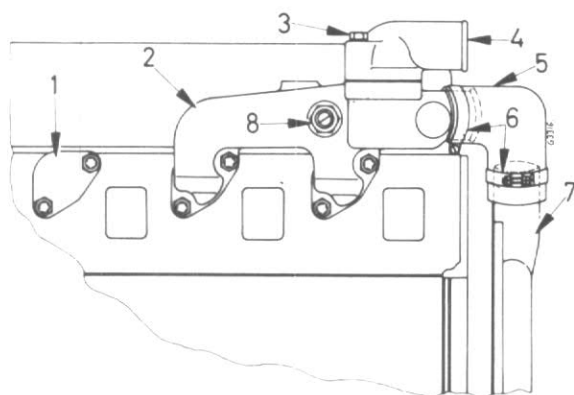

Figure 192
Pour déposer le thermostat du collecteur d'eau court, fig. 192, enlevez le boîtier de thermostat (4) et dégagez celui-ci vers le haut.